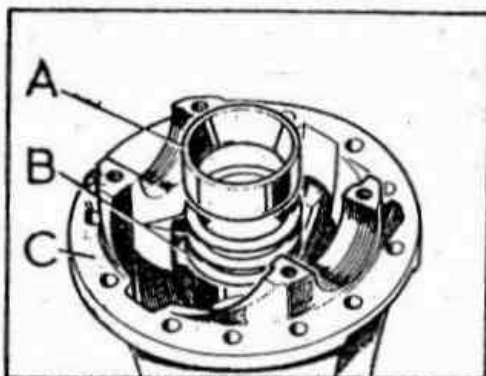

Fig. E -39 Pista exterior del cojinete de extremo del piñón
- 3.01. Montar los mismos suplementos de reglaje de altura del piñón que se desmontaron si estuvieren en buen estado. En caso de que se hayan desechado, montar suplementos nuevos de un espesor mínimo de 1,27 mm (0,050") (Fig. E -39).
- 3.02. Montar a presión en el cárter del piñón la pista exterior del cojinete de cabeza (Fig. E -39).
- 5.06. Desmontar los componentes y añadir los suplementos calculados a los ya existentes entre la pista exterior del cojinete de cabeza y el cárter del porta-diferencial (Ver Fig. E -39).